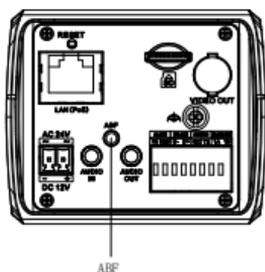

图2-22 ABF 调节
6. **ABF 调节:** 对于支持 ABF 的设备可配合自动背焦调节来进行聚焦，调整好镜头视场，先进行粗聚焦，再按下摄像机背部 ABF 调节按钮，摄像机则可通过自动背焦调节聚集至最清晰位置，如图 2-22 所示。ABF 调节也可通过浏览器在预览界面选择“辅助聚焦”键调节。